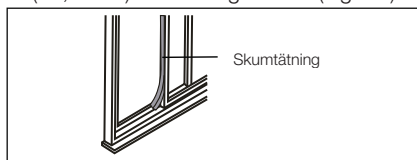

Fig. 21
6. Kapa skumtätningen till lämplig längd och täta det öppna mellanrummet mellan skjutbågen och den yttre fönsterbågen (se Fig.21).